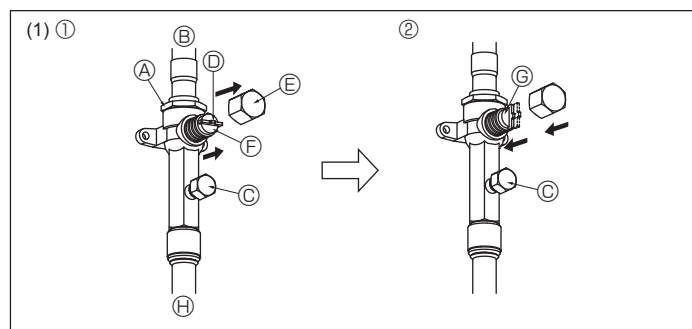
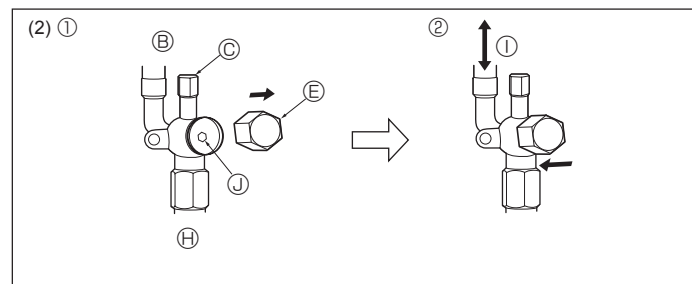

Fig. 4-10
Fig. 4-11
- (1) Côté gaz (Fig. 4-10)
- ① Enlever le capuchon, ramener la poignée vers soi et la tourner d'un quart de tour en sens inverse des aiguilles d'une montre pour ouvrir la vanne.
- ② Vérifier que la vanne d'arrêt est complètement ouverte, appuyer sur la poignée et tourner le capuchon pour le ramener sur sa position d'origine.
- (2) Côté liquide (Fig. 4-11)
- ① Retirez le bouchon, et tournez la tige de soupape à fond dans le sens antihoraire avec une clé hexagonale de 4 mm. Arrêtez de tourner quand elle frappe la retenue. (ø6,35: env. 4,5 tours) (ø9,52: env. 10 tours)